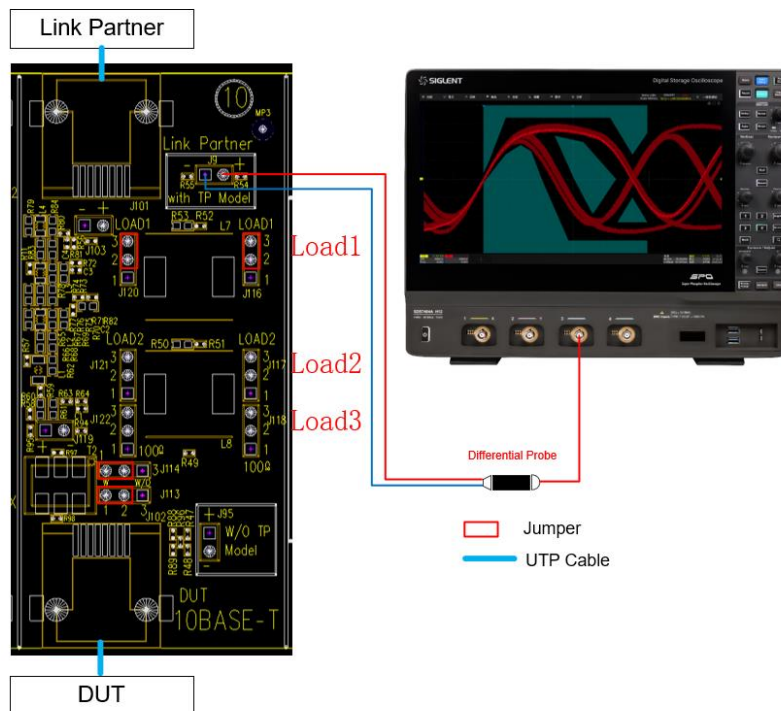

图 4-5 连接窗口显示的接线图
- 连接：本栏目显示测试接线图与测试步骤，如图 4-5 所示，若一次性选择了多个测试项目，只会显示第一个待测项的信息，其他测试项，如果接线图不一样会在上一个测试项结束后有单独的页面弹窗提示。